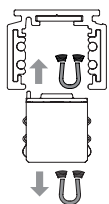

Fig. 1a
- 磁性版本：适配器配有永磁体，可将其磁化到导轨内的金属板上（图1a）。